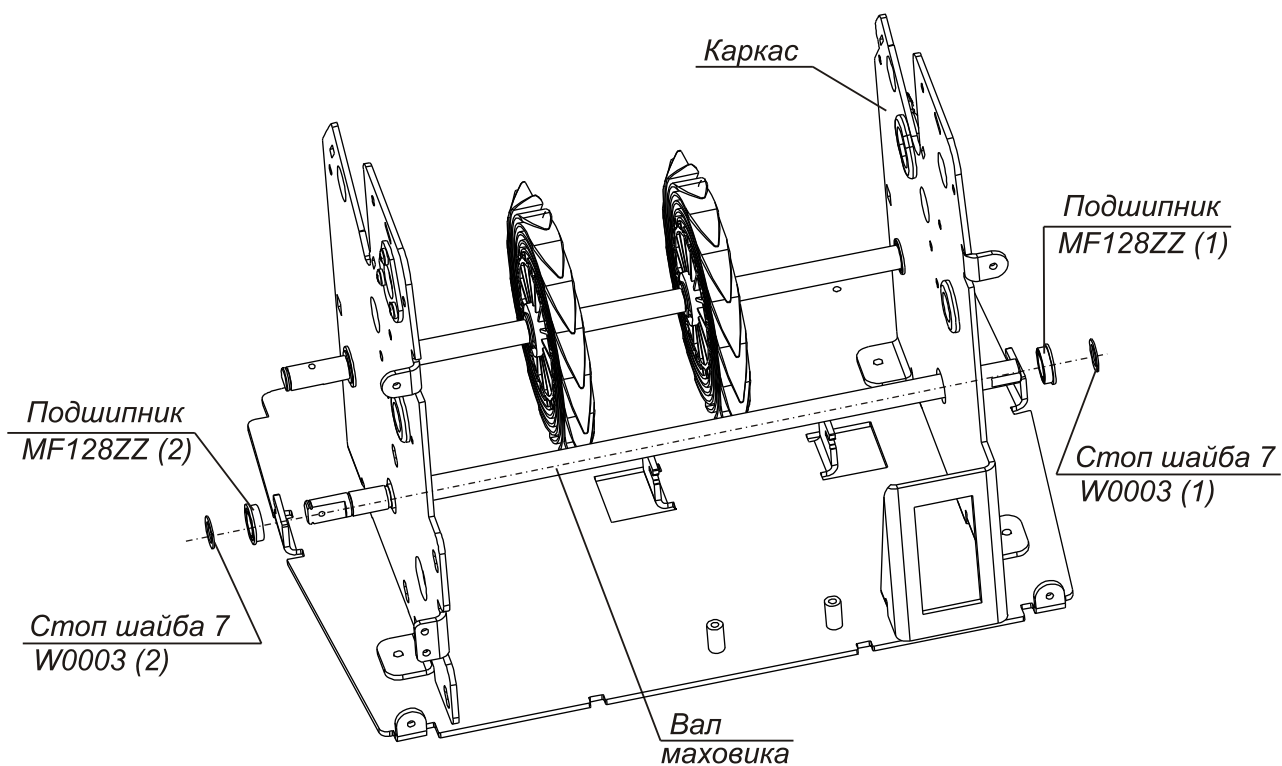

Рис. 34
3. Извлеките стоп шайбу 7 W0003 (1) из кольцевой проточки вала маховика (рис. 34).
4. Снимите подшипник MF128ZZ (1) (рис. 34).
5. Извлеките стоп шайбу 7 W0003 (2) из кольцевой проточки вала маховика (рис. 34).
6. Снимите подшипник MF128ZZ (2) (рис. 34).
7. Снимите вал маховика (рис. 34).